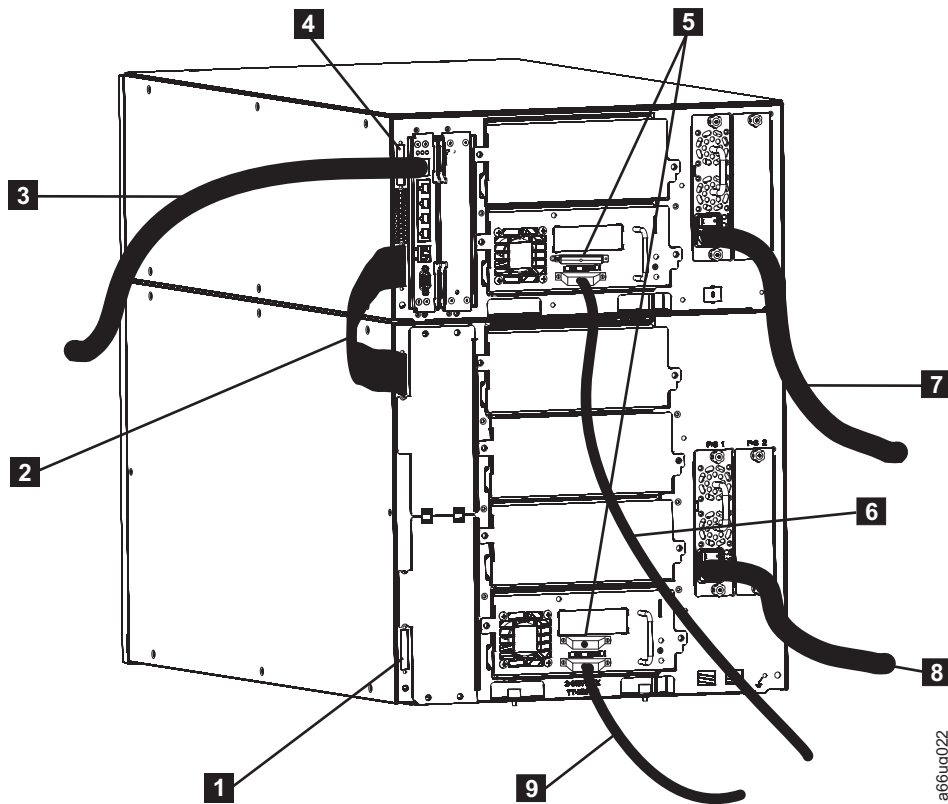

Abbildung 3-18. 14U-Kassettenarchiv mit mehreren SCSI-Laufwerken verkabeln
1. Installieren Sie einen Modul-DFV-Abschluss-Stecker in die obere Anschlussbuchse des oberen Moduls im Kassettenarchiv (**4** in Abb. 3-18 auf Seite 3-22).
2. Schließen Sie ein Ende des Übertragungskabels zwischen Modulen (**2** in Abb. 3-18 auf Seite 3-22) an die untere Anschlussbuchse des oberen Moduls im Kassettenarchiv an. Schließen Sie dann das andere Ende an die obere Anschlussbuchse des unteren Moduls im Kassettenarchiv an.
3. Installieren Sie einen Modul-DFV-Abschluss-Stecker in die untere Anschlussbuchse des unteren Moduls im Kassettenarchiv (**1** in Abb. 3-18 auf Seite 3-22).
4. Schließen Sie ein Ende des vom Kunden gestellten Ethernet-Kabels (**3** in Abb. 3-18 auf Seite 3-22) an den Ethernet-Port des Kassettenarchiv-Steuer-Blades an. Schließen Sie dann das andere Ende des Kabels an das Netz an.
- Installieren Sie einen SCSI-Abschluss-Stecker (**5** in Abb. 3-18 auf Seite 3-22) in die obere Anschlussbuchse der einzelnen SCSI-Laufwerke im Kassettenarchiv.
- Schließen Sie ein Ende eines SCSI-Kabels (**6** in Abb. 3-18 auf Seite 3-22) an die untere Anschlussbuchse der einzelnen SCSI-Laufwerke an. Schließen Sie dann das andere Ende des Kabels an den Host an.
6. Schließen Sie ein Ende des Netzkabels (**7** und **8** in Abb. 3-18 auf Seite 3-22) an die Anschlussbuchse eines Netzteils im Kassettenarchiv an. Schließen Sie dann das andere Ende des Kabels an den Versorgungsstromkreis an. Wiederholen Sie diesen Vorgang für alle Netzteile im Kassettenarchiv.
4. Schließen Sie ein Ende des vom Kunden gestellten Ethernet-Kabels (**3** in Abb. 3-18 auf Seite 3-22) an den Ethernet-Port des Kassettenarchiv-Steuer-Blaudes an. Schließen Sie dann das andere Ende des Kabels an das Netz an.
7. Schließen Sie ein Ende des Netzkabels (**7** und **8** in Abb. 3-18 auf Seite 3-22) an die Anschlussbuchse eines Netzteils im Kassettenarchiv an. Schließen Sie dann das andere Ende des Kabels an den Versorgungsstromkreis an. Wiederholen Sie diesen Vorgang für alle Netzteile im Kassettenarchiv.